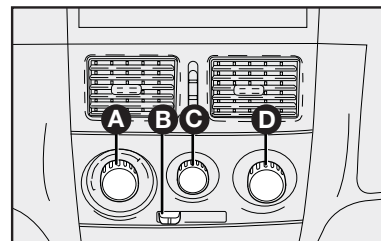

fig. 61
COMANDOS - fig. 61
1) Mando para la temperatura del aire **A-fig. 61** totalmente posicionado a la izquierda.
2) Cursor del ventilador **C-fig. 61**: posicionado en la velocidad máxima.
3) Mando para la distribución del aire **D-fig. 61** indicador en , para controlar que todas las salidas de aire estén abiertas.
4) Conecte el aire acondicionado abriendo el selector **C-fig. 61**.
El aire acondicionado es muy útil para acelerar el desempañamiento porque deshumece el aire. Es suficiente regular los mandos para la función de desempañamiento, y activar el aire acondicionado, presionando el pulsador **C-fig. 61**.
1) Acondicionador de aire conectado **C-fig. 61**.